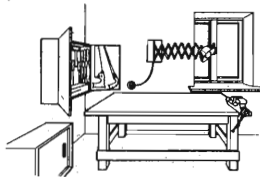
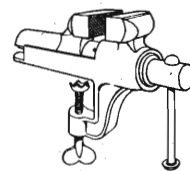
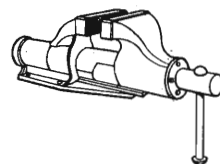

Fig. 787. Un posto di lavoro ben attrezzato.
Fig. 788. Morsa parallela da banco.
Fig. 789. Morsa parallela da banco, avvitata.
Quanto detto precedentemente in merito all'attrezzatura del posto di lavoro per le costruzioni in legno vale, in sostanza, anche in questo campo: un tavolo ben solido, una buona illuminazione, attrezzi a portata di mano in una cassetta attaccata vicino al tavolo. Inoltre occorre poter disporre di una presa di corrente nelle immediate vicinanze, per attaccare il cavo del saldatore elettrico (fig. 787).
- morsa parallela da banco, con ganasce di almeno 80 mm di larghezza, forgiata, o in acciaio fuso, che resiste anche a colpi di una certa violenza (fig. 788). Una morsa sicura e di dimensioni sufficienti è indispensabile per quasi ogni lavoro su metallo, per cui non conviene fare economie in questo settore. Se la morsa non deve essere tolta, è preferibile usare il tipo senza morsetto, da imbullonare sul tavolo (fig. 789). Per evitare che le ganasce si rompano, e per assicurare una buona presa, i pezzi piccoli si fissano sempre nel centro della morsa; se eccezionalmente dobbiamo fissarne uno lateralmente, bisogna inserire un pezzo di metallo di uguale spessore sull'altro lato dell'apertura. La morsa si fissa opportunamente nell'angolo destro anteriore del tavolo, affinché il pezzo da lavorare possa essere avvicinato da tre direzioni (fig. 787);